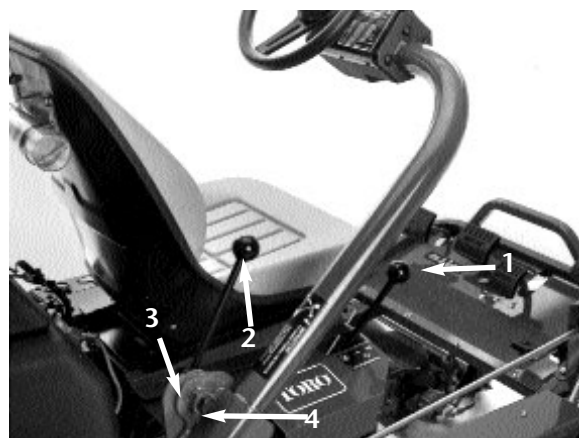

Fig. 15
**LEVA DI REGOLAZIONE DEL SEDILE** (Fig. 15)
**LEVA DEL CAMBIO** (Fig. 15)—Propone due livelli
**LEVA DI BLOCCAGGIO DEL BRACCIO DI STERZO** (Fig. 15)—Allentare la leva girandola indietro, quindi sollevare od abbassare il braccio di sterzo nella posizione più confortevole. Girare la leva in avanti per serrare.